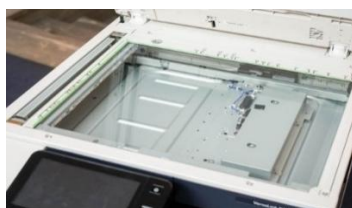

Рисунок 1.6 – Скляна поверхня модуля сканування
- планшетний сканер: скляна поверхня великого формату (Platen Glass) для статичного сканування зшитих або крихких оригіналів (див. рис. 1.6). Під склом розташована рухома каретка з CIS-матрицею.